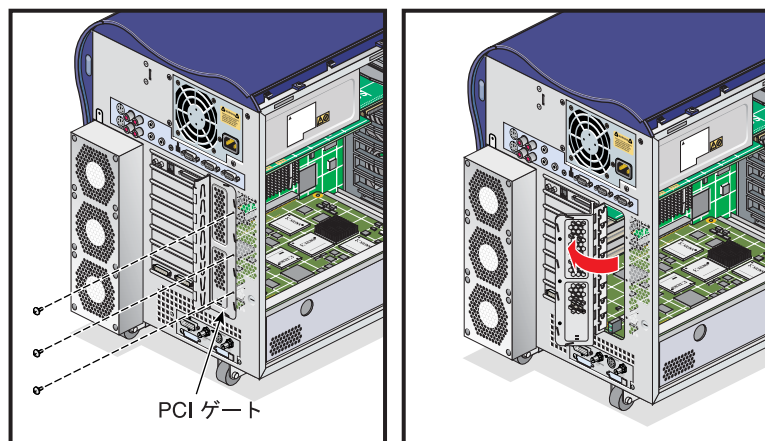

図 3-17 PCI ゲートを開く
2. PCI ゲートを固定している 3 本のねじを外し、PCI ゲートを開きます (図 3-17 を参照)。